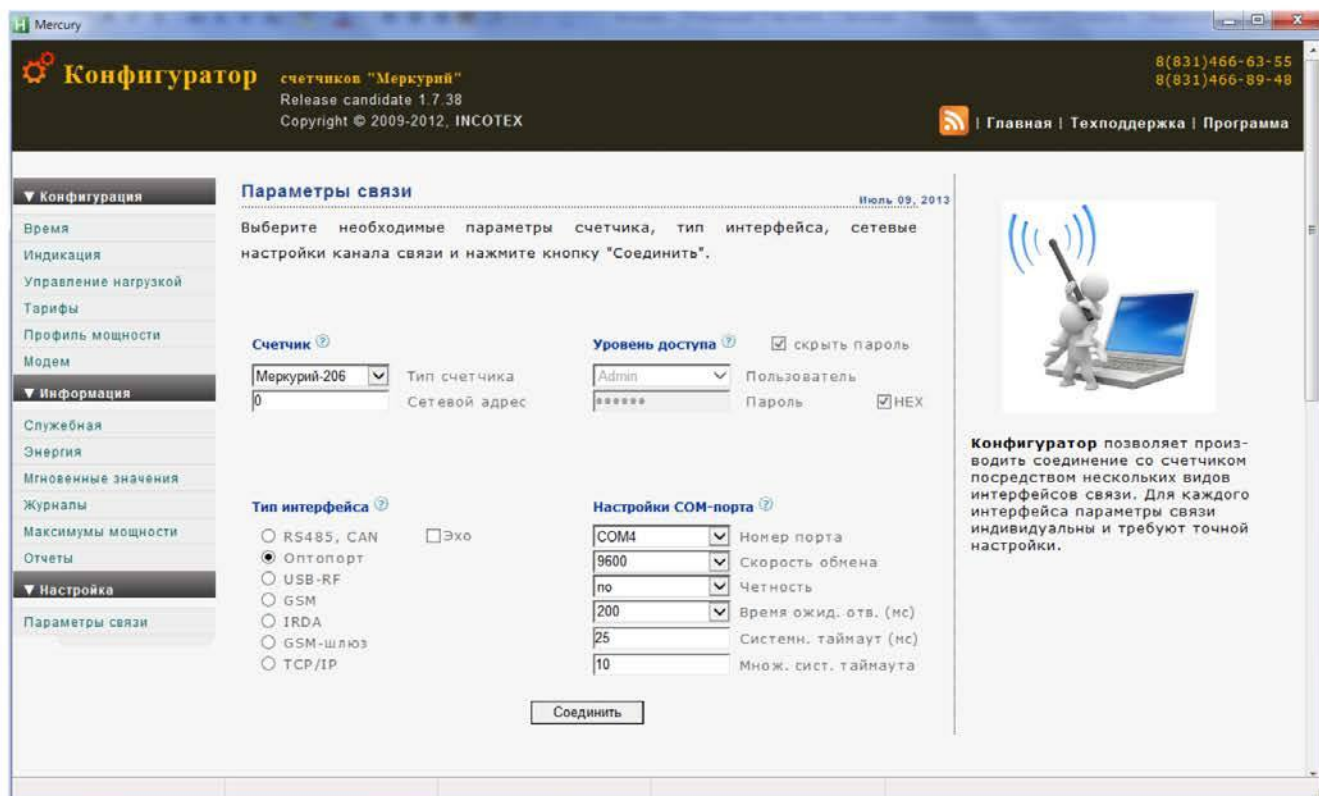

Рис. 21
5.2.2 Открыть вкладку «Параметры связи». На экране должно появиться окно, изображённое на рис. 21.